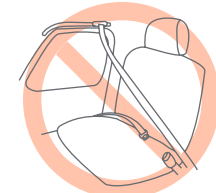

Fig. 17-2
- **NO** use un cinturón de hombro que se mueva sobre un carril. Estos sistemas típicamente se mueven para rodear al ocupante cuando la puerta se cierra. Este tipo de sistema de cinturón **NO** restringirá adecuadamente el Asiento de Seguridad. (Fig. 17-2).